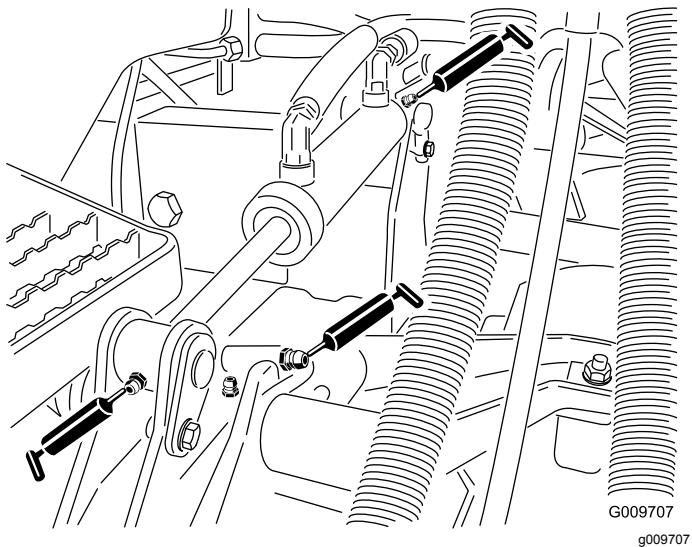

Figura 49
- Casquilhos do cilindro de elevação (2 por plataforma) (Figura 49)